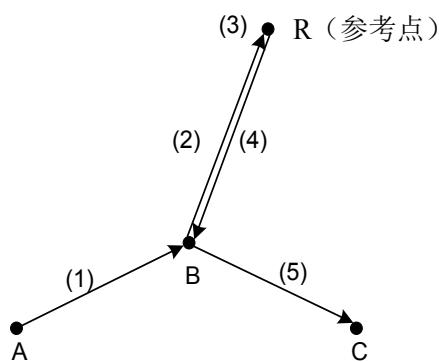

图 3-3-1-1
1、G28 程序段的动作可分解成如下（参见图 3-3-1-1）：